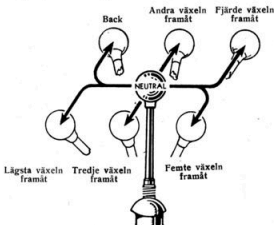

Bild 10. Växelspakens lägen.
- 1) Ställ växelspaken i friläge (se bild 10).